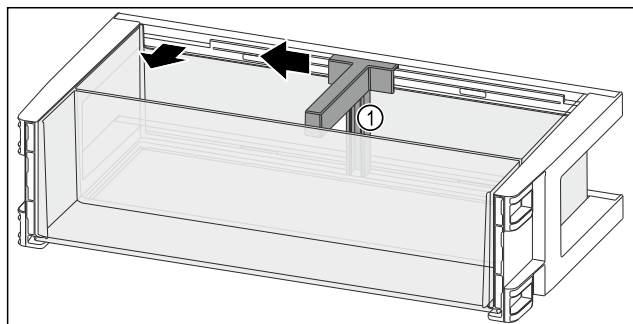

Fig. 108
- Плъзнете преградата за бутилки Fig. 108 (1) настрани до прореза.
- Свалете преградата за бутилки Fig. 108 (1).